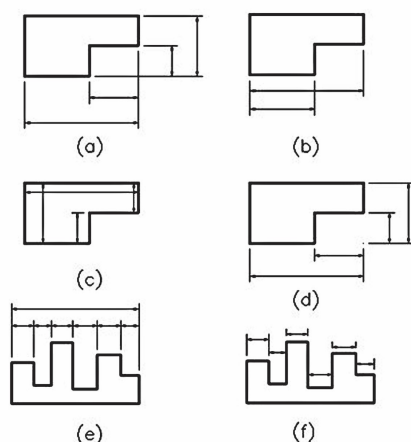

Figura 72. Recomendaciones para acotar.
- Todas las dimensiones principales o secundarias deben ir al mismo nivel (Figura 72 e y f).